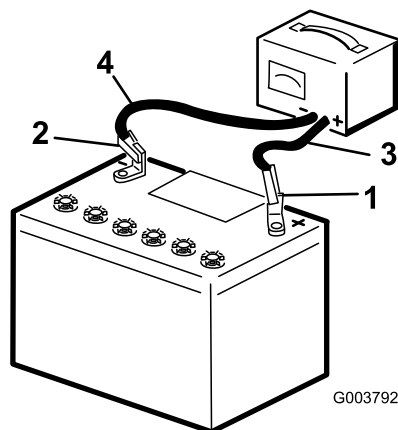

Figura 39
- Cargue la batería durante 10 a 15 minutos a 25–30 amperios, o durante 30 minutos a 4–6 amperios (Figura 39). No sobrecargue la batería.
- Quando la batería esté completamente cargada, desconecte el cargador de la toma de electricidad, luego desconecte los cables del cargador de los bornes de la batería (Figura 39).